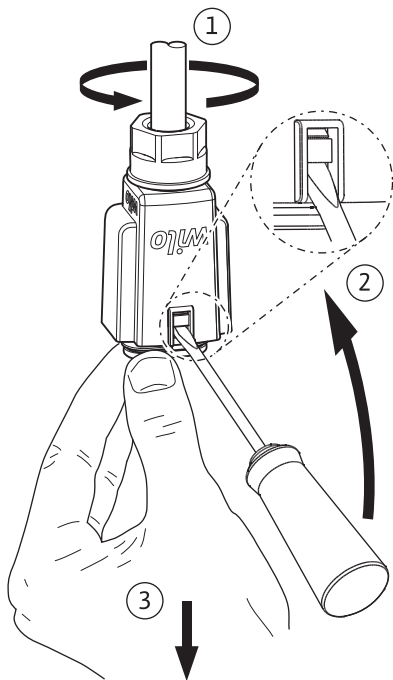

Fig. 6: Demontera Wilo-Connector
- Dra av Wilo-Connector från pumpen och demontera med en passande skruvmejsel (Fig. 6).